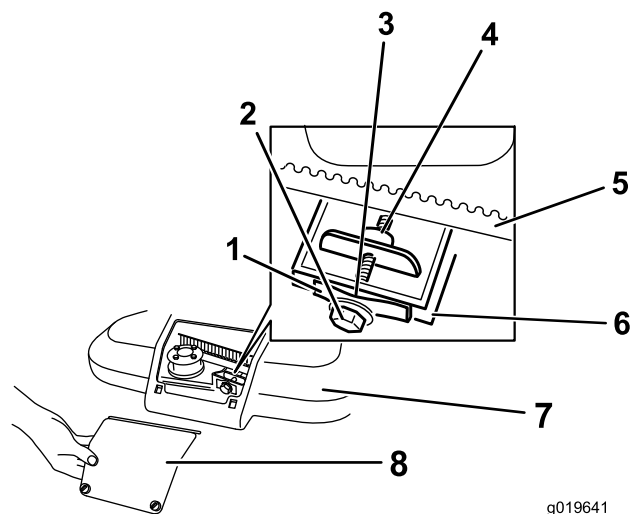

Рисунок 39
1. Ослабьте два винта панели кожуха ремня и снимите панель (Рисунок 39)
3. Прижмите толщиномер на 0,255 мм (0,010 дюйма), лист бумаги или картотечную карточку к стенке, а затем сдвиньте ее вниз позади пружины натяжения ремня (Рисунок 39).
Примечание: Если имеется видимый зазор между измерителем зазора и пружиной, затяните регулировочный болт и гайку до момента, когда бумага только начнет свободно входить в зазор и выходить из него (Рисунок 39).